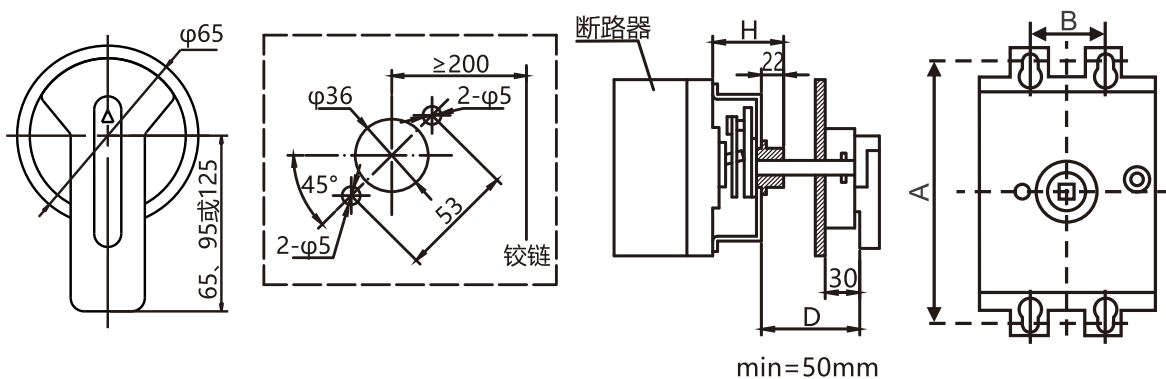

图5 圆形延伸旋转手柄开孔尺寸图
5.2.1 手操机构安装时先按图示尺寸开孔, 在开关柜门板上当转动手柄“OFF”指示在水平位置时固定好柄。然后试着操作手柄, 转动应灵活自如, 并且手柄在水平位置时断路器应分闸, 手柄在垂直位置时断路器应合闸。具体见图5和表6。